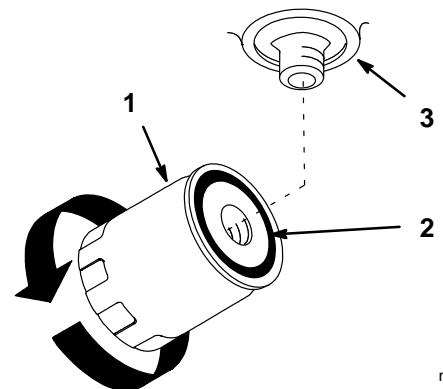

Figure 45
4. Enduire d'une mince couche d'huile hydraulique le joint de caoutchouc du filtre neuf (Fig. 45).
7. Quand le liquide déborde du filtre, visser le filtre dans le sens des aiguilles d'une montre jusqu'à ce que le joint de caoutchouc touche l'adaptateur, puis encore de 1/2 tour (Fig. 45).